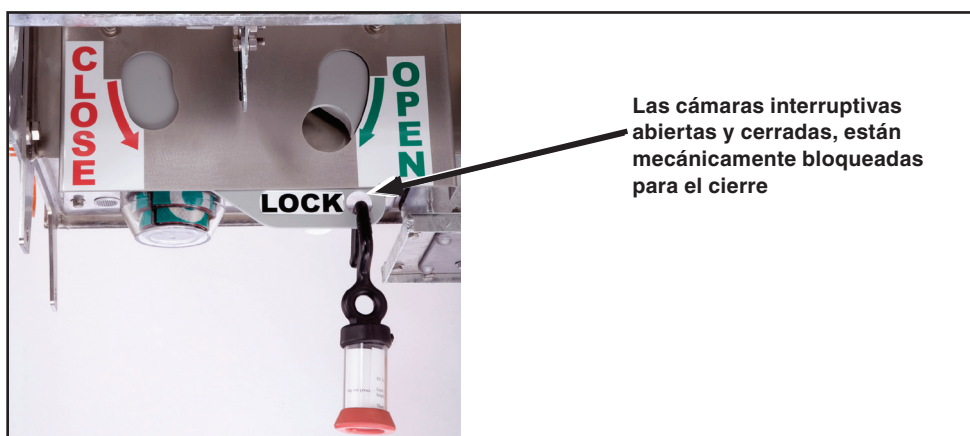

Figura 4. Cámaras interruptivas abiertas con bloqueo.
- PASO 3.** Si lo desea, puede bloquear o poner candado a la palanca en esta posición. Ver Figura 4 en la página 9.
- PASO 3.** Si lo desea, bloquee o afiance la palanca de APERTURA/CIERRE/LISTO de la cámara interruptiva en esta posición. Ver Figura 4 en la página 9.
- PASO 1.** Remueva el bloqueo o afianzamientos de la palanca de operación de la CUCHILLA DESCONECTADORA y de la palanca ABRIR/CERRAR/LISTO, si aplica. Ver la Figura 4 en la página 9 y la Figura 10 en la página 15.